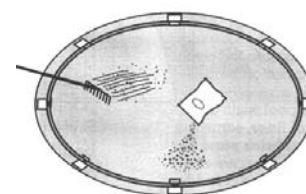

fig. 13
- a) Esparza una capa de arena cribada fina (sin piedras) sobre el área de los cimientos, con un espesor de 5 cm. Utilice un rastrillo para garantizar que la capa de arena cribada no presenta desniveles. **En lugar** de arena cribada, es posible utilizar láminas de polietileno de 25 a 38 mm. de espesor, ajústela hasta que encajen perfectamente. Retire el poliestireno hasta que la pared se haya instalado. Posteriormente vuelva a instalar las láminas de poliestireno, que deberán ser unidas mediante cinta adhesiva aplicada a lo largo de toda la junta. Recuerde que debe esperar hasta que la pared de la piscina haya sido instalada para proceder a la colocación del poliestireno, (fig. 13).